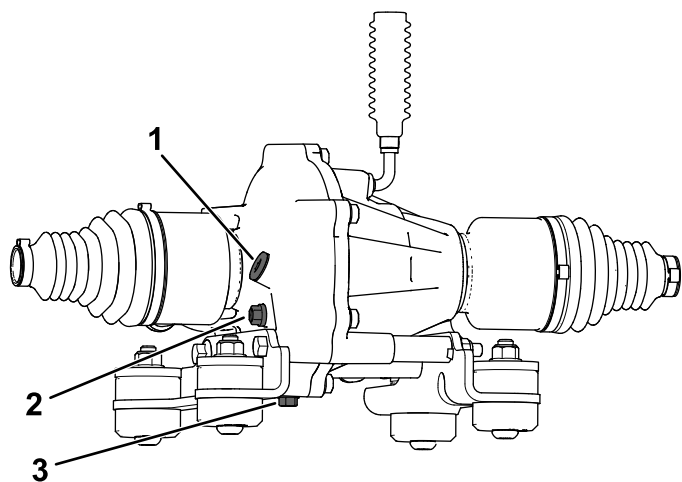

図 105
4. 前デファレンシャルの点検プラグを外す 図 105。
5. 油量が不足している場合は、点検穴から所定のオイルを補給する 図 105。
4. ドレンプラグの下にオイルを受ける容器をおく 図 105。
5. 補給プラグを抜く 図 105。
6. ドレンプラグを外して内部のオイルを全部排出する 図 105。